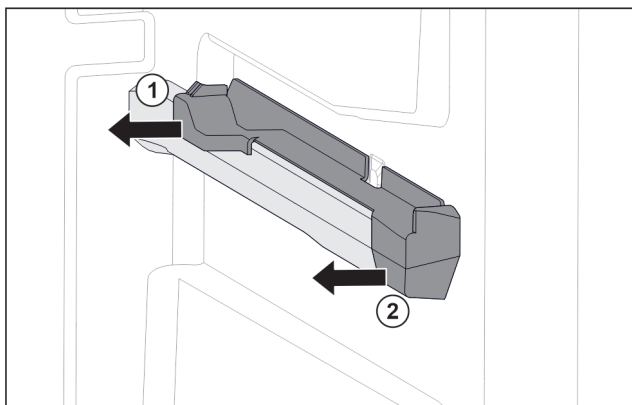

Fig. 124 Наставка върху дясното ребро на съда
- Изтеглете наставката отзад настрани. Fig. 124 (1)
- Изтеглете наставката отпред настрани. Fig. 124 (2)